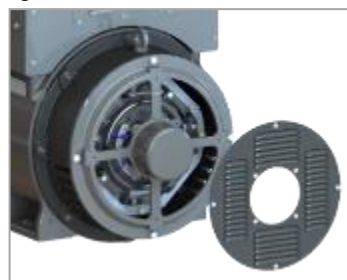

Abbildung 14.40: Installation der Verschlussabdeckung
- 8) Installieren Sie die Verschlussabdeckung und befestigen Sie sie mit 8 Sechskantschrauben M6 mit einem Drehmoment von 8 bis 10 Nm, gemäß Abbildung 14.40.